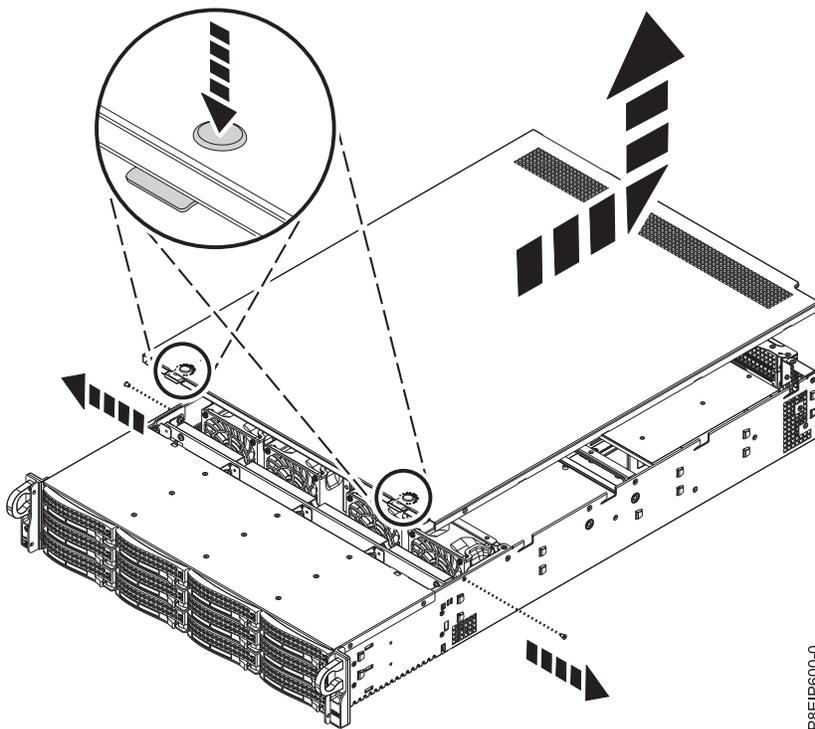

図 72. カバーを解放して開く
3. トップ・カバーの両方のボタンを押してラッチを解放し (図 72 を参照)、カバーが止まるまで約 1 cm 後方に押し込みます。 ボタンを簡単に押し込めない場合は、ボタンの真下のドライブを部分的に取り外します。